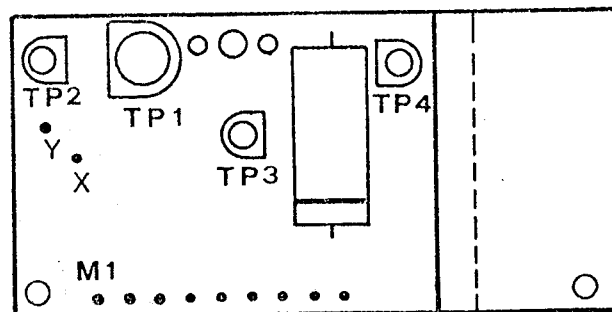

BILD 5
2. Gleichspannung U 1 = 20—21 V gemessen zwischen M 1 (—) und C 19 (+) Bild 5
3. Stabilisierte Gleichspannung U 2 = 14,75—15,75 V gemessen zwischen M 1 (—) und B (+) Bild 5
5. Eingestellt wird diese Dreiecksspannung mit TP 4. (Bild 5)
Balken gelten für 33 1/3, die unteren für 45 Umdrehungen.) Wenn das nicht der Fall ist, stellen Sie die richtige Tourenzahl mit dem TP 3 ein. (Bild 5)